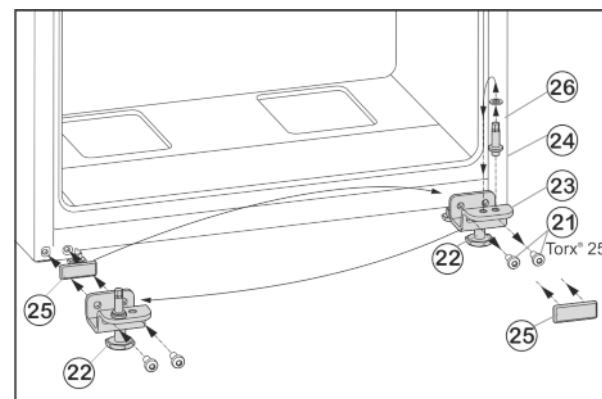

Fig. 7
- ▶ Открутите крепежные винты Fig. 7 (21).
- ▶ Снимите нижний опорный кронштейн Fig. 7 (23) вместе с опорным пальцем Fig. 7 (24), шайбой Fig. 7 (26) и регулируемой опорой Fig. 7 (22).
- ▶ Открутите опорный палец Fig. 7 (24) вместе с шайбой Fig. 7 (26) и, переставив в отверстие на противоположной стороне опорного кронштейна, снова прикрутите.
- ▶ Аккуратно снимите защитную пластины Fig. 7 (25) и переставьте ее на противоположную сторону.
- ▶ Прикрутите нижний опорный кронштейн Fig. 7 (23) вместе с опорным пальцем Fig. 7 (24), шайбой Fig. 7 (26) и регулируемой опорой Fig. 7 (22) с другой стороны шарнира (**с моментом 4 Нм**), при необходимости используйте аккумуляторный шуруповерт.
- ▶ Установите нижнюю дверцу сверху на опорный палец Fig. 7 (24).
- Выверните регулируемую опору Fig. 7 (22) на нижнем опорном кронштейне Fig. 7 (23) до ее соприкосновения с полом.